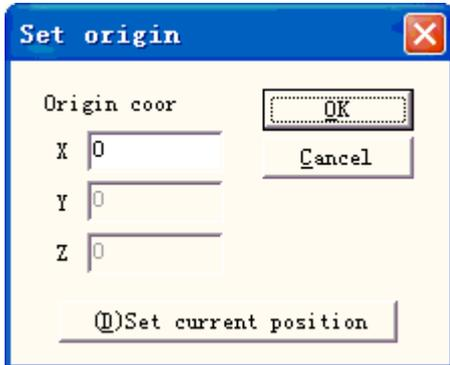
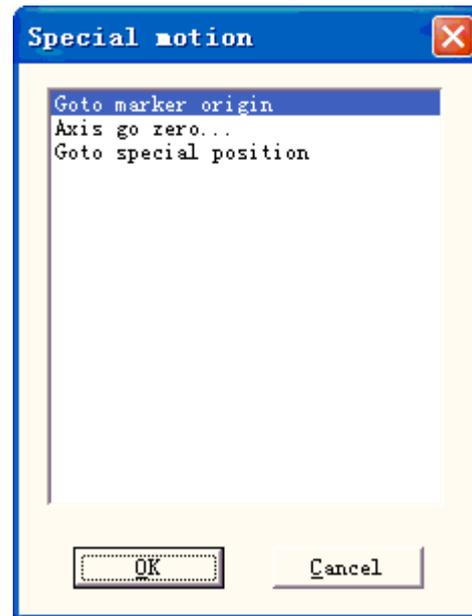

Figura 8-34
Figura 8-35
**posición especial** El botón puede establecer la posición a la que se mueve el motor antes de la marca. Pulsar el botón "Posición especial" y establecer las coordenadas de la posición designada. Luego, presione el botón "Movimiento especial" y elija 'Ir a posición especial', el motor irá a la posición que establezca. Como se muestra en la figura 8-34, figura 8-35: